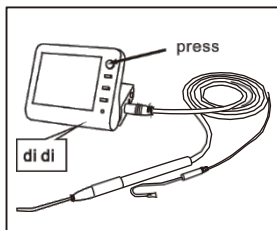

図32
- 2) テスト用ハンドピースを接続し、装置の電源を入れます。電源を入れると、2つのトーンの音声信号が鳴ります。（図32）